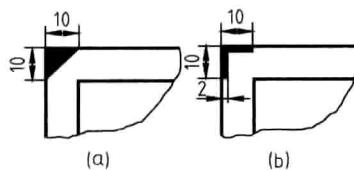

图 4
(51) 在 CAD 制图中，基本图纸幅面尺寸分为（ ）种？
(52) CAD 制图中，图中汉字标注推荐使用（ ）。
(53) 在下列图形中，夹点数最多的是（ ）。
(54) 在 AutoCAD 中给一个对象指定索引颜色一共有（ ）个。
(55) 确定图 4 所示符号的含义？